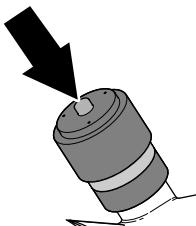

Bild 122
- Wenn ein roter Streifen in der Wartungsanzeige des Luftfilters sichtbar ist, drücken Sie die Rücksetztaste am Ende der Anzeige (**Bild 122**).